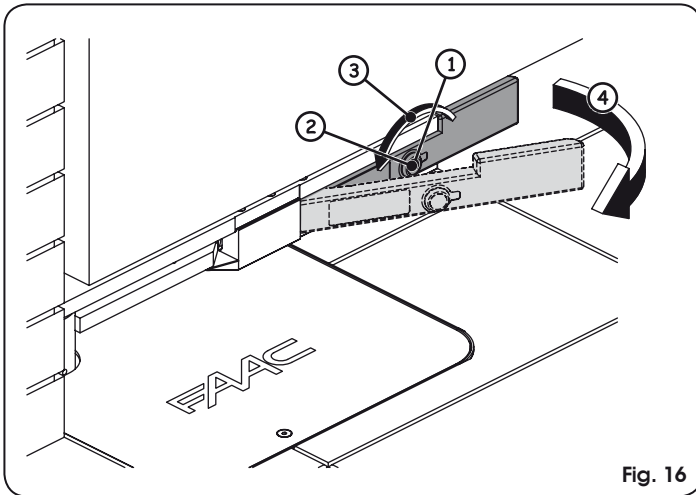

Fig. 16
- Quitar el tapón de protección de la cerradura (Fig. 16 rif. ①)
- Introducir la llave de desbloqueo en la cerradura (Fig. 16 rif. ②)
- Girar la llave en la dirección de la columna hasta el tope (Fig. 16 rif. ③)
- Tirar de la palanca (Fig. 16 rif. ④)